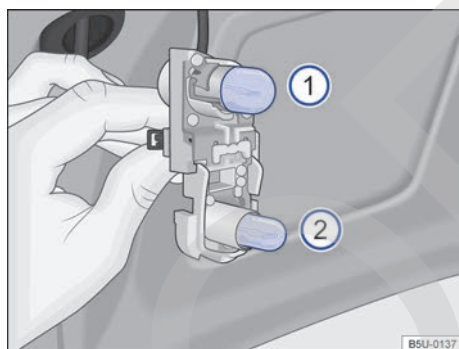

Fig. 172 En el soporte de las lámparas: ubicación de las lámparas.
5. Para remover la lámpara incandescente quemada (1) → fig. 172, presionar la lámpara contra el soporte y girar, al mismo tiempo, en el sentido antihorario.
6. Para remover la lámpara incandescente quemada (2) → fig. 172, tirar de la lámpara del soporte para removerla.
8. Para insertar la lámpara nueva (1) en el soporte, presionar la lámpara y girar, al mismo tiempo, en el sentido horario, hasta el batiente.
9. Para insertar la lámpara nueva (2) en el soporte, encajar y empujar la lámpara en el soporte. ▶
La ubicación e identificación de las lámparas incandescentes → fig. 172 están relacionadas a continuación: